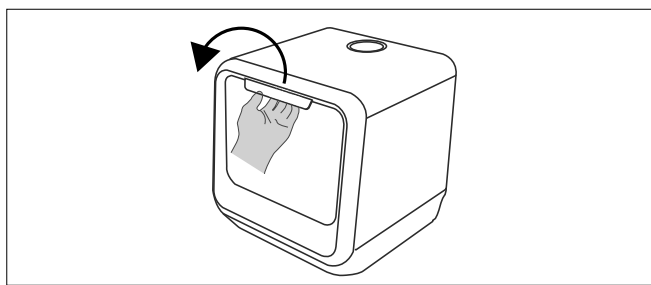

Fig. 12 – Apertura dello sportello
- ▶ Aprire lo sportello tirando la maniglia (1) verso di sé. Aprire completamente lo sportello (vedere la Fig. 12). Se lo sportello viene aperto durante il funzionamento, il ciclo di lavaggio si interrompe automaticamente.